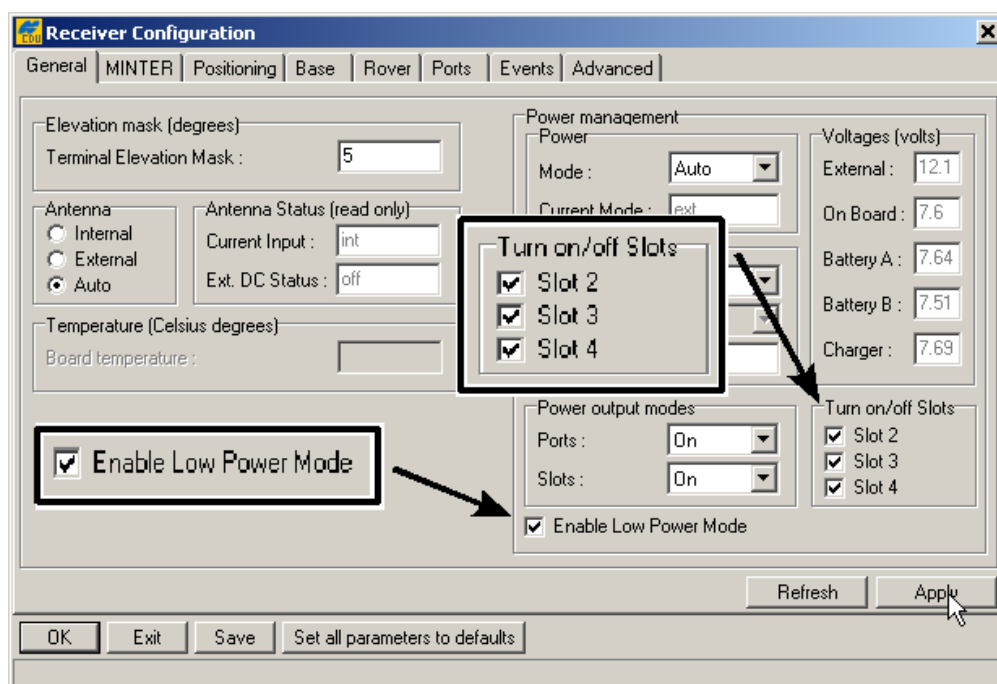

Рисунок 2-6. Установки режима питания
8. Флажки области *Turn on/off Slots* (Вкл./Выкл. слот) позволяют подавать напряжение питания на соответствующий внутренний слот (см. рис. 2-6).
9. Флажок *Enable Low Power Mode* (Включить режим малого энергопотребления) позволяет перевести процессор приемника в режим малого потребления энергии (см. рис. 2-6).